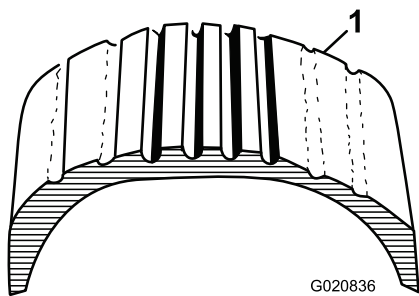
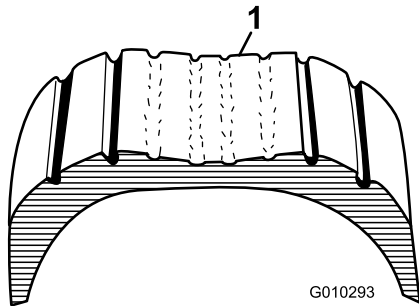

Figure 55
Figure 56
1. Vérifiez visuellement l'état et l'usure des pneus (Figure 55 et Figure 56).